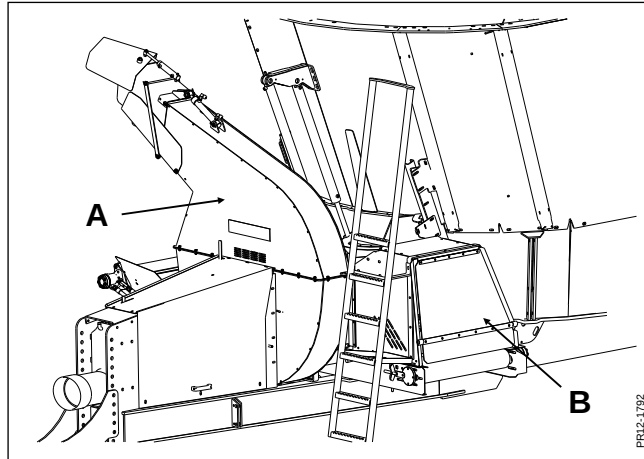

Abb. 2-1
Abb. 2-1 Die Lösung von KONGSKILDE ist einmalig und patentiert. Das Einzigartige ist, dass sowohl das Strohgebläse (A) als auch das Querförderband (B) zur Austragung von Futter frontseitig angeordnet sind. Damit ist optimale Sicht gewährleistet.